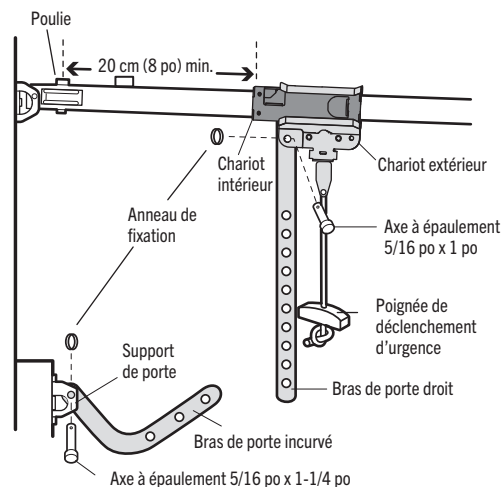

Figure 2
4. Rassemblez les sections des bras. Trouvez deux paires de trous qui s'alignent et joignez les sections. Choisissez des trous aussi espacés que possible pour augmenter la rigidité du bras de la porte (Figure 2).